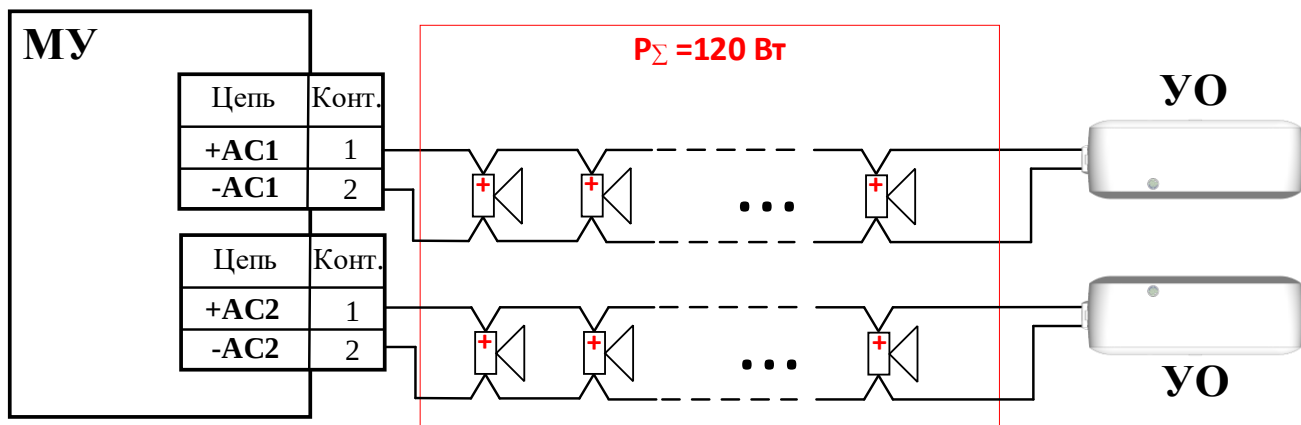

Рисунок 9
6. Подключите громкоговорители, рассчитанные на напряжение 100В, к выходам "+АС1-" и "+АС2-" согласно схеме подключения (см. Рисунок 9). Для контроля целостности ЛО необходимо в конце каждой линии установить УО (из комплекта принадлежностей) и включить в ПО С-М или С-И данную опцию (Контроль Выхода 1/2).